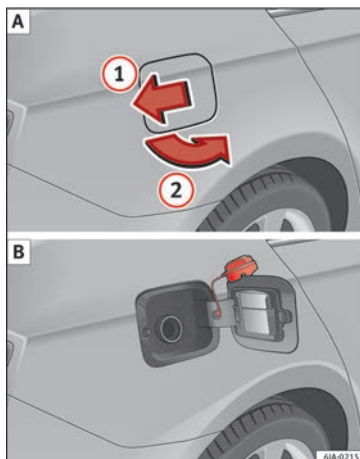

Fig. 48 Arrière du véhicule, côté droit : trappe à carburant/trappe à carburant avec bouchon dévissé.
- Appuyez sur la trappe du réservoir dans le sens de la flèche **1** » **fig. 48 A** et ouvrez la trappe dans le sens de la flèche **2**.
- Accrochez le bouchon sur le bord supérieur de la trappe du réservoir » **fig. 48 B**.